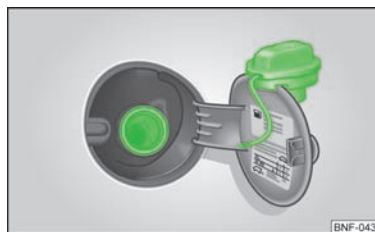

Fig. 94
Sul lato interno dello sportello sono riportati i tipi di carburante idonei per la vettura nonché le dimensioni dei pneumatici e la pressione di gonfiaggio » fig. 94 - .
- Chiudere manualmente lo sportello del serbatoio » fig. 94 - .
- Ruotare completamente verso sinistra la chiusura del tappo e inserire dall'alto il tappo del serbatoio » fig. 94.